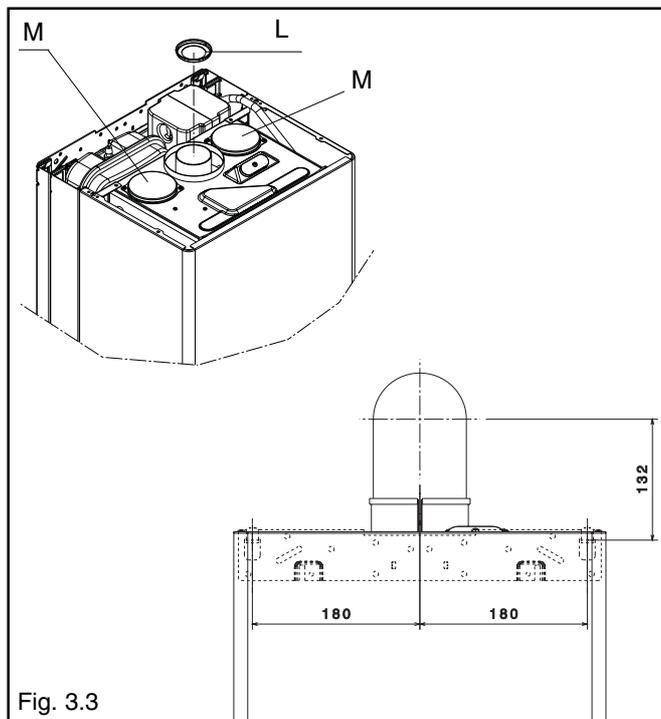

Fig. 3.3
La caldera se suministra preparada para ser conectada a unos conductos de descarga/aspiración coaxiales, con la abertura para la aspiración del aire (M) cerrada (fig. 3.3).